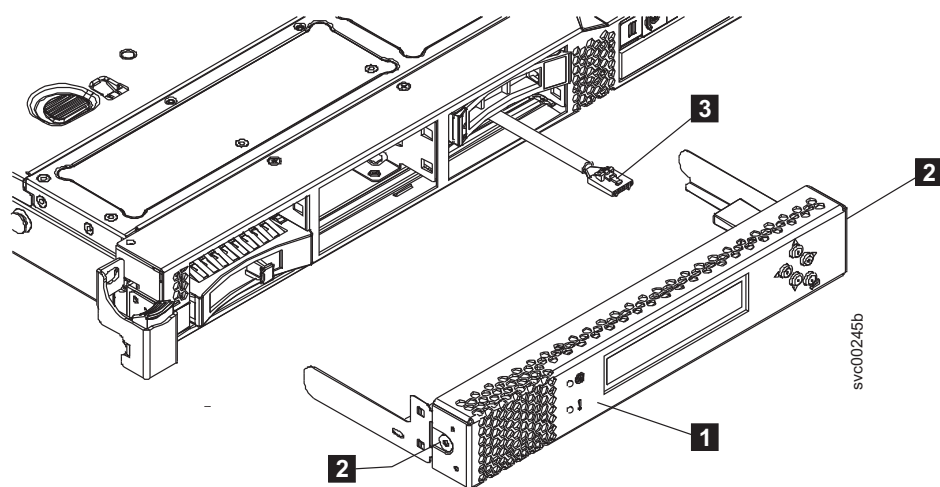

図 103. SAN ボリューム・コントローラー 2145-CG8 または 2145-CF8 サービス・コントローラー (SAN ボリューム・コントローラー 2145-CF8 の図)
1. サービス・コントローラー (図 103 の **1**) が USB ケーブル (**3**) の十分近くにある場合、必要ならケーブルをサービス・コントローラーに接続します。